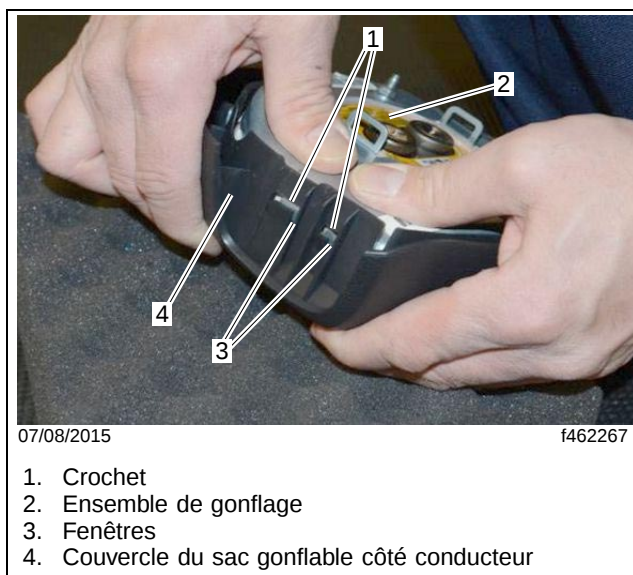

Fig. 4, Déverrouillage des crochets côté gauche de l'ensemble de gonflage
- 12.1 En commençant par le côté gauche, appuyez vers le bas sur l'ensemble de gonflage jusqu'à ce que les crochets se détachent des fenêtres. Reportez-vous à la **figure 4**.